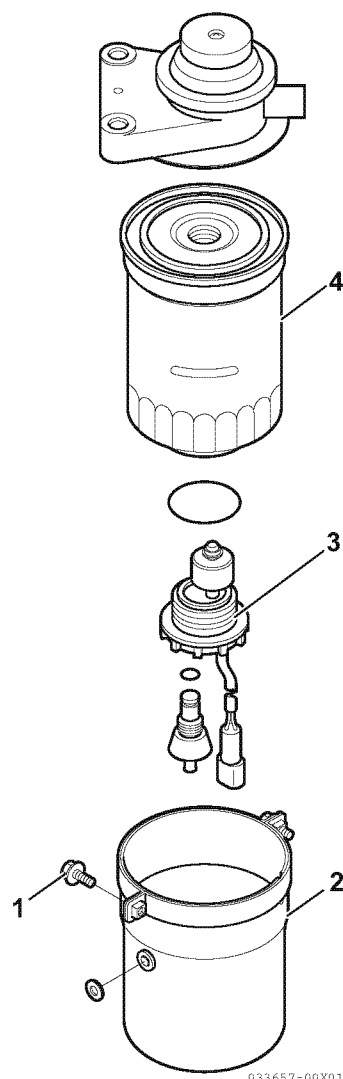
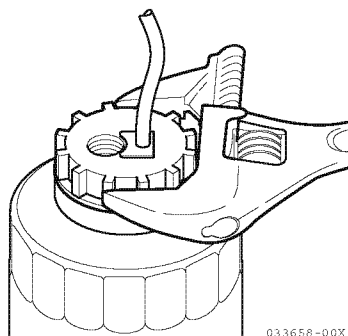

Figura 6
Figura 7
2. Retire los dos tornillos de montaje (1, **Figura 6**) y la carcasa (2, **Figura 6**).
5. Desmonte el interruptor de alarma ((3, **Figura 6**) y (**Figura 7**)) con ayuda de una llave.
6. Retire el elemento del filtro (4, **Figura 6**) con una llave de filtros.